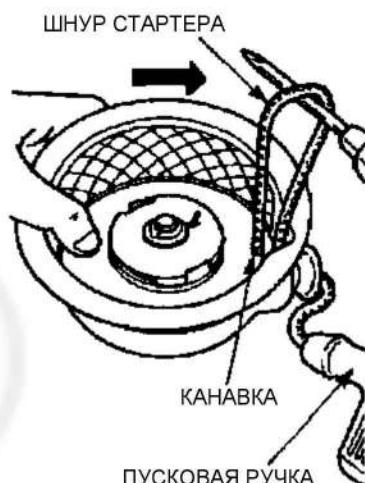

Рис. 79
- (1) С помощью накидного ключа снять ручной стартер с двигателя.
- (2) Потянуть пусковую ручку и вытянуть стартовый шнур на 30-40 см. Плотно прижать шкив большим пальцем руки, как показано на Рис. 79, чтобы шкив не смог повернуться назад в том месте, где канавка шкива располагается напротив выхода стартового шнуря. Отверткой вытянуть стартовый шнур с внутренней части шкива.
- (1) Потянуть ручку пуска 2-3 раза и немного вытянуть стартовый шнур.
- (2) Потянуть пусковую ручку и вытянуть стартовый шнур на всю длину.
- a) Если стартовый шнур частично остался на катушке, или совсем не возвращается обратно, пружина находится в состоянии чрезмерного натяжения. Тогда перемотайте стартовый шнур 1 или 2 раза по инструкции на Рис. 79.